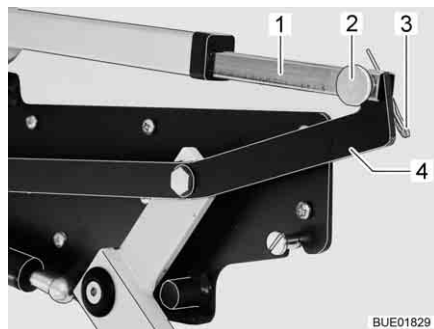

Fig. 140 Azionamento del letto basculante
- Separare il collegamento tra biella (Fig. 140,1) e leva (Fig. 140,4). A tale scopo, estrarre la copiglia (Fig. 140,3) e il perno (Fig. 140,2).